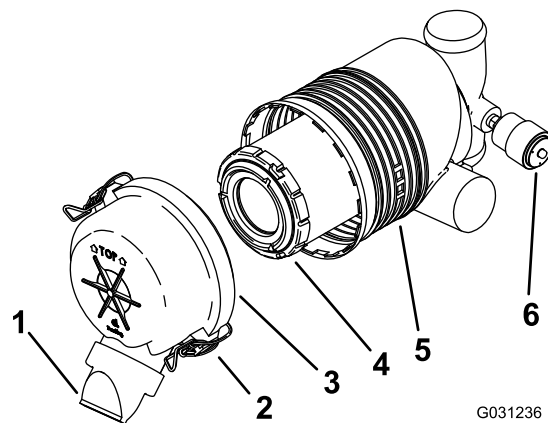

Figura 32
Importante: Sostituite il filtro dell'aria solo quando la spia di servizio è rossa (**Figura 32**). Sostituendo il filtro dell'aria prima del necessario si aumenta il rischio che la morchia entri nel motore quando si toglie il filtro.
5. Rilasciate i dispositivi di fermo del filtro dell'aria e togliete il coperchio dal corpo del filtro (**Figura 32**).
- Se l'indicatore di servizio è pulito, montate la copertura del filtro dell'aria con il coperchietto antipolvere orientato verso il basso e fissate i fermi (**Figura 32**).
1. Estraete con cautela il filtro dal corpo del filtro dell'aria (**Figura 32**).
3. Montate il filtro con attenzione (**Figura 32**).
4. Montate la copertura del filtro dell'aria con il coperchietto antipolvere orientato verso il basso e fissate i fermi (Figura 32).